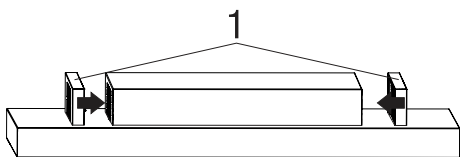

Abb. 14
9. → Entnehmen Sie die beiden Aktivkohle-Wabenfilter der Verpackung und setzen sie diese rechts und links von aussen (Abb. 14/1) an die Motorbox. Die Aktivkohle-Wabenfilter sind für die schraubenlose Montage mit Magneten versehen.